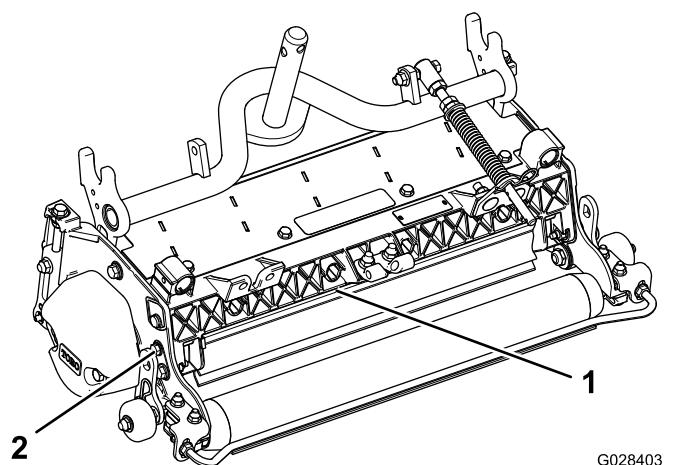

Figure 10
- Desserrez les boulons sur le pivot du déflecteur d'herbe (Figure 10).
- Tournez le déflecteur d'herbe à la position de réglage voulue et serrez les boulons (Figure 10).